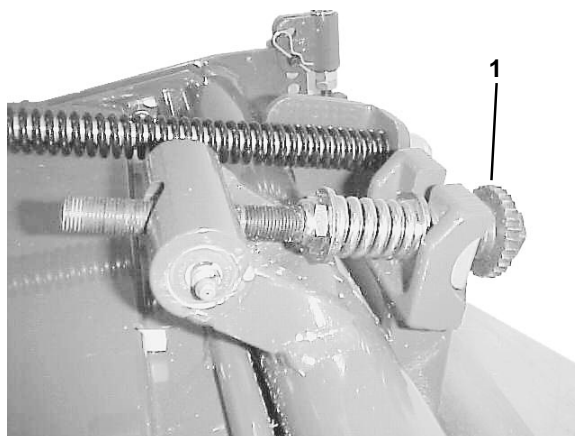

Figure 28
1. Ecartez le cylindre et la contre-lame l'un de l'autre en tournant la molette de réglage de la contre-lame (Fig. 28) dans le sens contraire des aiguilles d'une montre jusqu'à ce qu'ils soient séparés.